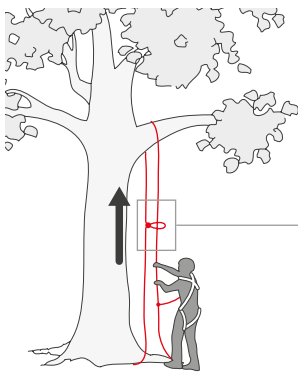

Fig. 6
La corde passant au-dessus de la branche aura le rôle, dans ce cas, de corde d'ascension. L'opérateur devra créer une boucle sur l'un des brins de la corde (A), y insérer un connecteur EN 362 (6) et y faire passer le brin opposé de la même corde (B). Il tirera ensuite le brin de corde du côté B pour que le système se bloque à proximité de la branche (Fig. 6). L'opérateur pourra alors installer sur les deux brins une poignée bloqueur double (7) (Fig. 7). Pour compléter cette installation, il sera possible d'ajouter sur le brin B un système de sécurité (ex. noeud autobloquant) et un éventuel bloqueur de pieds (8) pour faciliter la progression.
Das auf den Ast positionierte Seil fungiert in diesem Fall als Aufstiegsseil. Der Arbeiter muss an einem Ende des Seils (A) eine Öse knoten, ein Verbindungselement EN 362 (6) einhängen und es auch am anderen Seilende (B) einhängen. Danach kann er die Seite B einholen, damit sich die Vorrichtung in der Nähe des Astes blockiert (Fig. 6). Nun kann er an beiden Seilseiten einen doppelten Aufstiegsgriff installieren (7) (Abb. 7). Dazu können, immer auf Seite B, ein Sicherheitssystem (z.B. selbstblockierender Knoten) und eine eventuelle Fußklemme (8) verwendet werden, um den Aufstieg zu erleichtern.